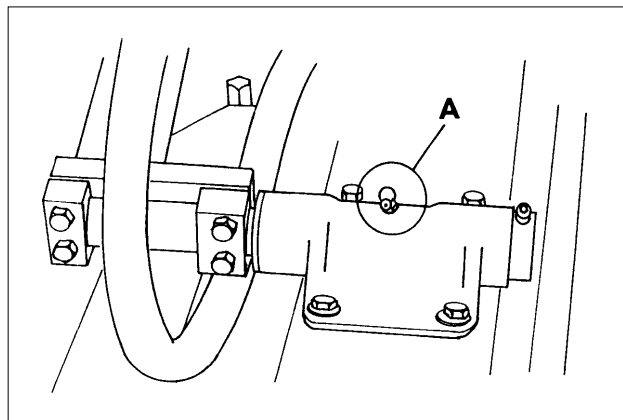

Fig.31
- (5) Unit pivot brackets (A Fig.31)
- e. buigpenhouders van de maaieenheden (A afb. 31).